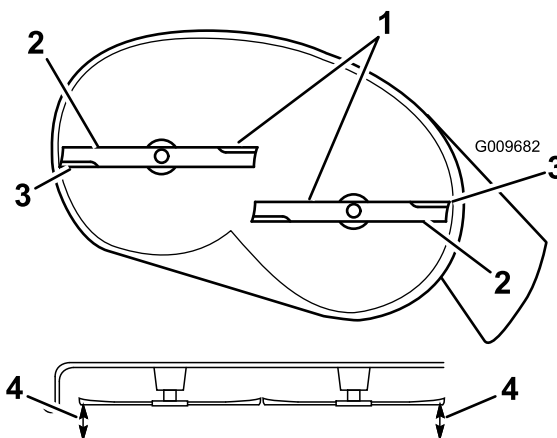
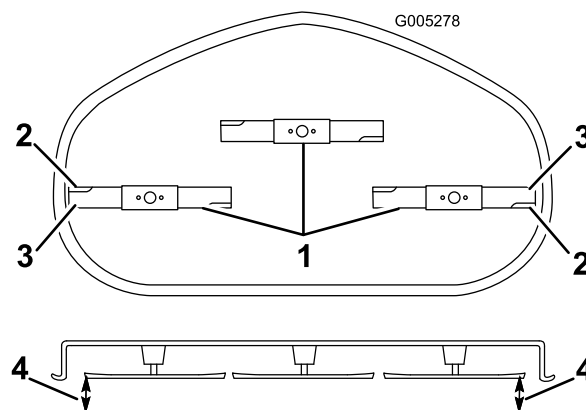

Figure 48
Figure 49
- Faites pivoter les lames avec précaution pour qu'elles soient toutes parallèles (Figure 48 et Figure 49).
- Mesurez la distance entre les tranchants extérieurs et la surface plane (Figure 48 et Figure 49).